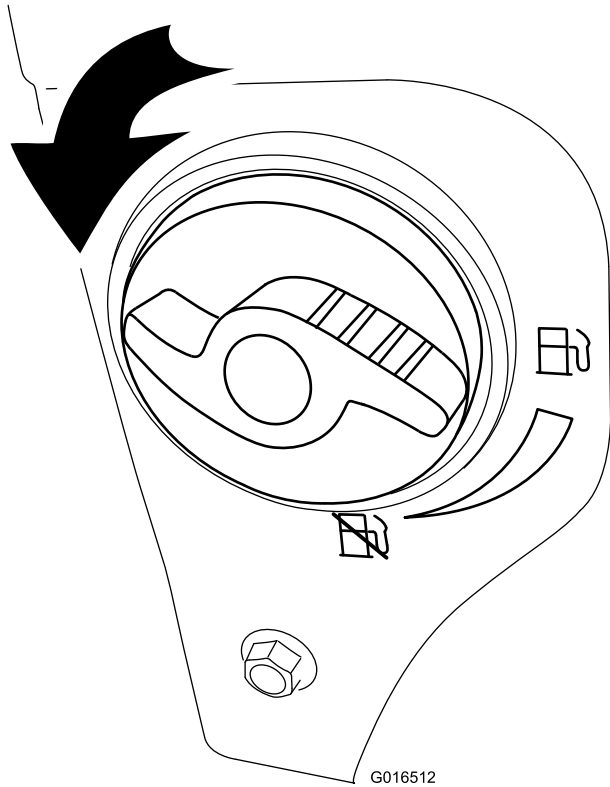

Bild 26
2. Drehen Sie den Kraftstoffhahn eine Viertelumdrehung nach links, um ihn zu öffnen (Bild 26).